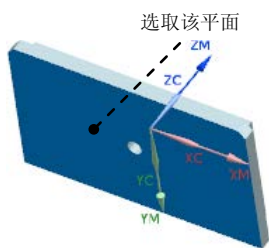

图 18.9 指定底面
Step3. 指定底面。单击“钻”对话框中 **指定底面** 右侧的  按钮，系统弹出“底面”对话框；在“底面”对话框中的 **底面选项** 下拉列表中选择 **面** 选项，选取图 18.9 所示的面；单击“底面”对话框中的 **确定** 按钮，返回“钻”对话框。